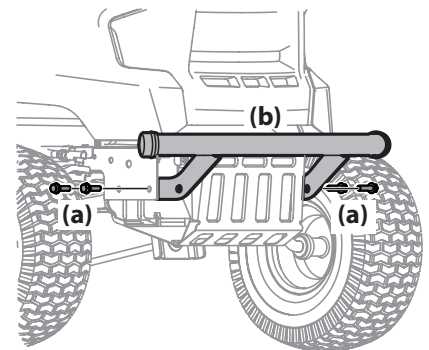

Figura 2-10
2. Coloque los soportes del paragolpes hacia el interior del bastidor del tractor y fijelos en su lugar con los cuatro tornillos hexagonales con reborde (a). Vea la Figura 2-10.